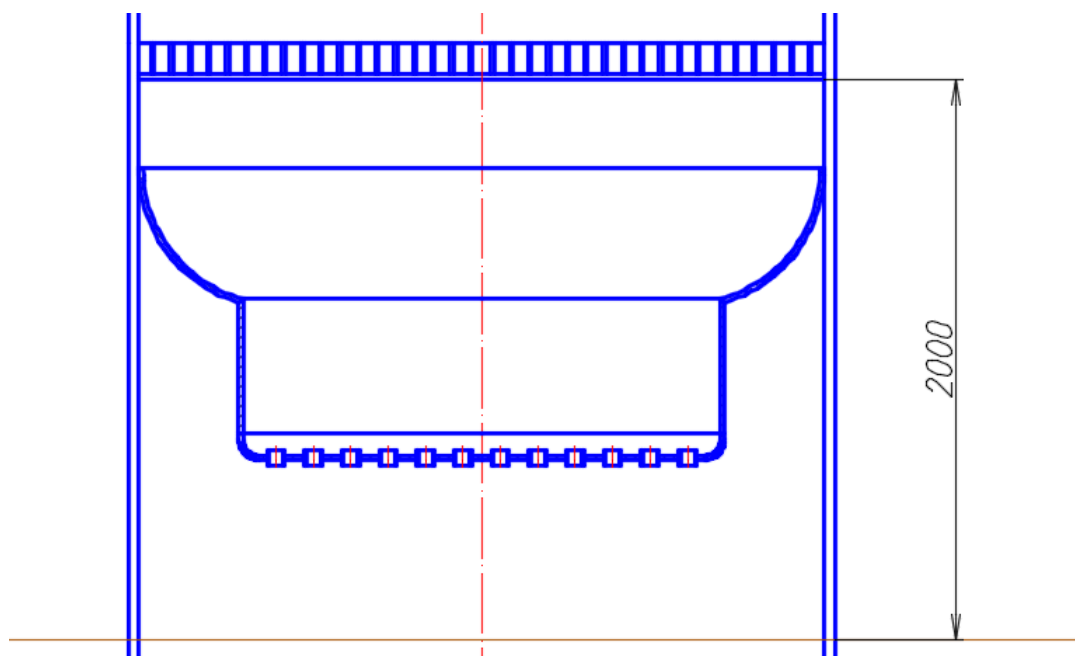

Рис. 105. Построение вспомогательных линий для элементов средней части абсорбера
5.10. Начертить вспомогательную линию на указанном расстоянии (см. рис. 105).